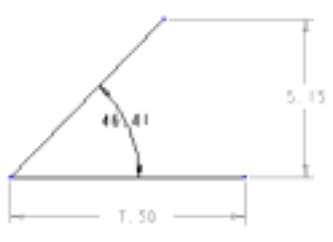
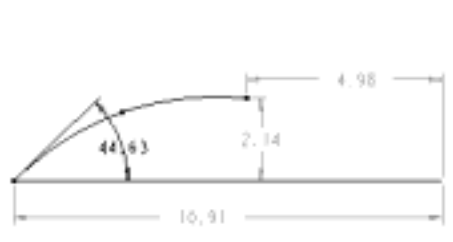
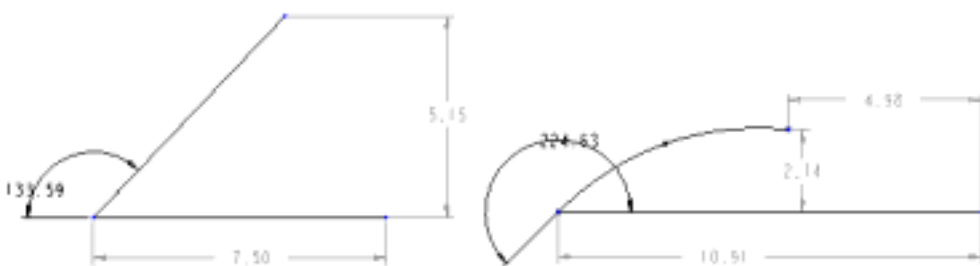

图 3-39 两直线夹角标注
图 3-40 直线与样条曲线夹角标注
图 3-41 标注钝角
- 两直线夹角标注方法：单击“标注”按钮，单击图中的两条直线，移动鼠标到恰当指针的位置，按鼠标中键以确定尺寸放置的位置，如图 3-39 所示。
- 直线与样条曲线夹角的标注方法：单击“标注”按钮，单击图中相交于一点的直线和样条曲线，再单击它们的交点，移动鼠标指针到恰当的位置，按鼠标中键以确定尺寸放置的位置，效果如图 3-40 所示。
此外，图在标注的过程中，标注尺寸的位置不同，将产生不同的标注效果，如图 3-41 所示为标注在角度夹角另一侧时所产生的标注效果，它与图 3-39 和图 3-40 所标注的角度成互补关系。